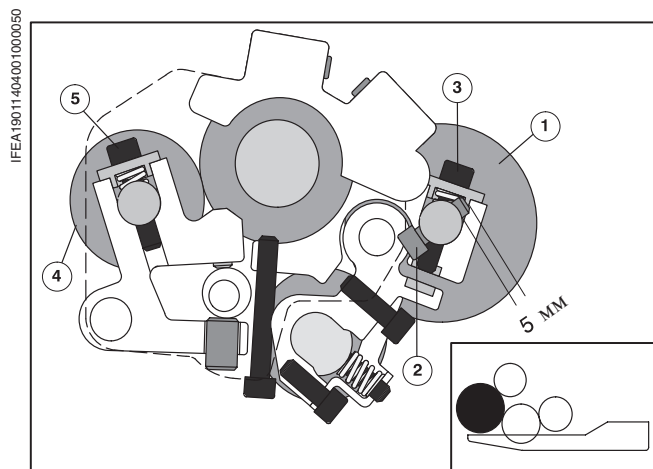

Рис. 29 Установка накатного валика увлажнения
Накатной валик увлажнения (Рис. 29/①) и дозирующий валик (Рис. 29/④) прикручиваются винтами с внутренним шестигранником, на которые надеты крышка и пружина. Пружина вставляется в углубление на каждой оси валика.
- ① Поверните аппарат увлажнения так, чтобы опоры подшипников накатного валика увлажнения смотрели вверх. При этом головка установочного винта (Рис. 29/②) на оси подшипника должна смотреть на увлажняющий расточный валик.
- ② Положите накатной валик увлажнения в опоры так, чтобы углубление в оси было обращено вверх.
Только при замене накатного валика увлажнения: Следите за тем, чтобы синие регулировочные винты (Рис. 29/②) на стороне привода и на стороне обслуживания из оси выступали наружу на 5 мм. Установите при необходимости расстояние на 5 мм, вращая регулировочный винт инструментом печатника.
- ③ Вставьте винт с внутренним шестигранником (Рис. 29/③) с надетой крышкой и пружиной в ось накатного валика увлажнения и закрепите валик в опоре.
- ① Установите ось дозирующего валика в опоре таким образом, чтобы углубление в оси смотрело вверх. Проточка на оси должна быть всегда обращена в сторону обслуживания.
- ② Вставьте винт с внутренним шестигранником (Рис. 29/⑤) с надетой крышкой и пружиной в ось дозирующего валика и закрепите валик в опоре.